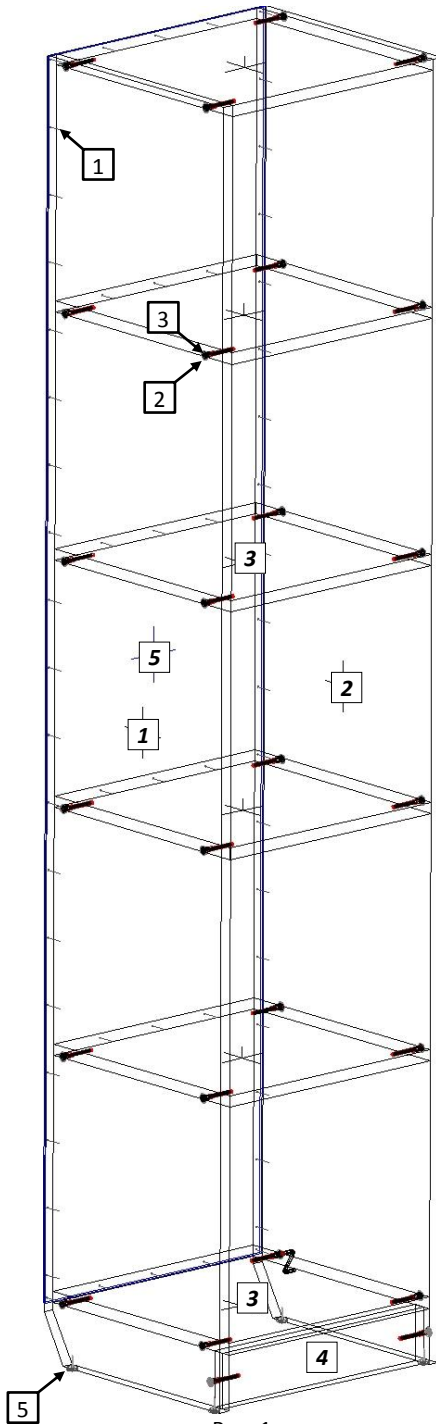

Рис. 1
4.1 Внимательно ознакомьтесь со схемой сборки, изображённой на рис. 1. Согласно